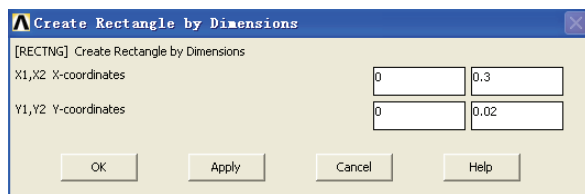

图 5-67 生成矩形面对话框
1) 选择 Main Menu | Preprocessor | Modeling | Create | Areas | Rectangle | By Dimensions 命令, 出现 Create Rectangle by Dimensions 对话框, 在 X1,X2 X-Coordinates 输入栏中分别输入 0、0.3, 在 Y1,Y2 Y-Coordinates 输入栏中分别输入 0、0.02, 如图 5-67 所示, 单击 OK 按钮关闭该对话框。